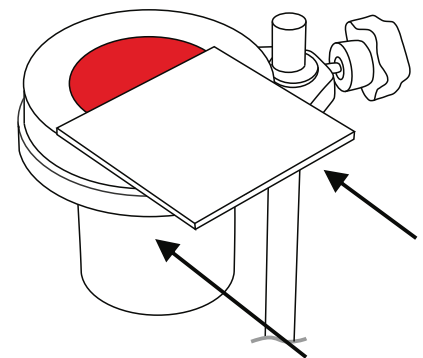

図 3
- 5 カップの縁に沿ってすり切りガラス板を滑らせて、余分な液を取り除きます。このとき、ガラス板とカップの間に気泡が入らないようにします (図3)。